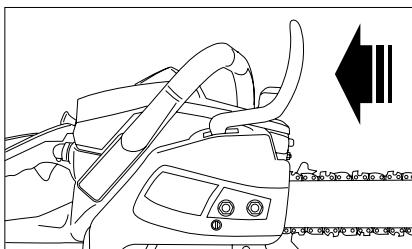

Рис. 4
2. Установете щит на спирачка на веригата в работното положение, като изтеглете лост към себе си. Убедете се, че веригата се върти около шината (рис. 4).